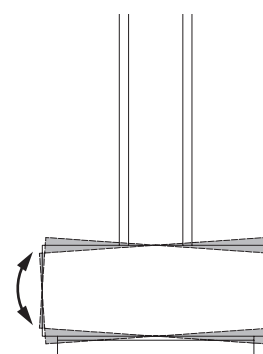

Fig. A11.03
- Pannello di rivestimento mobile – ca. 2 mm in avanti, all'indietro e in rotazione. (Fig. A11.01 – Fig. A11.03)